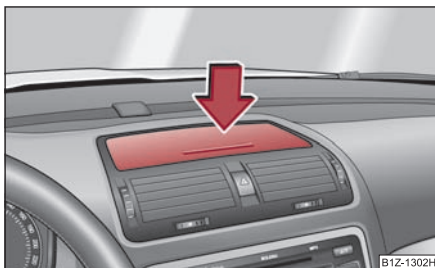

Fig. 121 Tabloul de bord:
- Apăsați pe centrul compartimentului ⇒ fig. 121 - capacul se deschide.